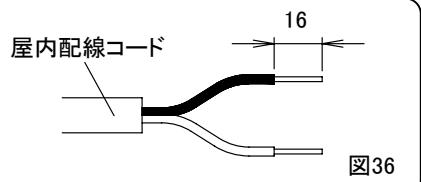

図36
- ①屋内配線コードの先端の被覆をコンセント裏面のストリップゲージ(16mm)に合わせてむいてください。(図36)